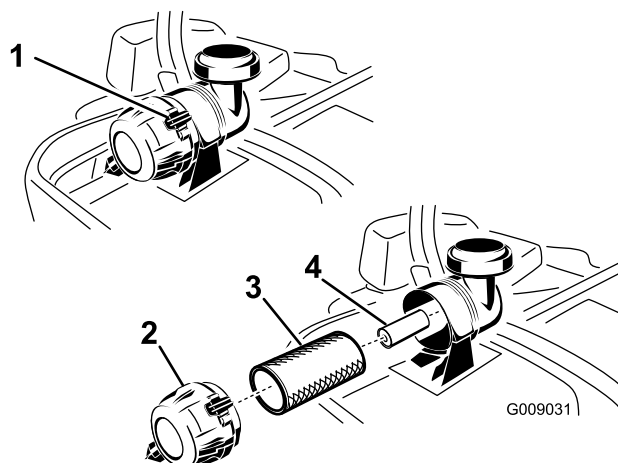

Figure 45
3. Appuyez sur les attaches du filtre à air pour les ouvrir et détachez le couvercle du corps du filtre à air (Figure 45).
5. Sortez le préfiltre du boîtier du filtre avec précaution (Figure 45). Évitez de cogner l'élément à l'intérieur du boîtier.
1. Ne nettoyez pas l'élément en papier, remplacez-le (Figure 45).
2. Si vous remplacez l'élément secondaire, insérez-le avec précaution dans le boîtier du filtre (Figure 45).
- Placez ensuite le préfiltre sur l'élément secondaire avec le même soin (Figure 45).
- Montez le couvercle, reniflard en bas, et tournez-le pour que les attaches verrouillent le couvercle en place (Figure 45).